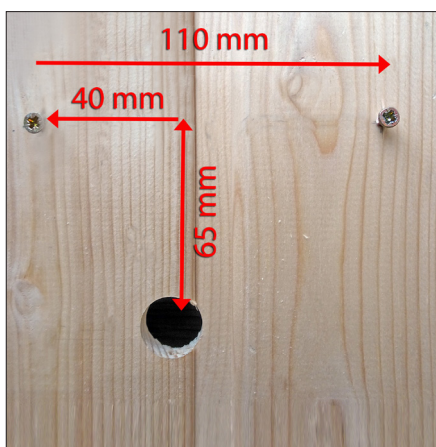

Fig. 2
- II. Mesurez à partir du trou percé 65 mm vers le haut et ensuite 40 mm vers la gauche. Cela vous donne la position de la vis de fixation gauche (Fig. 2).
- III. Montez la vis de fixation droite à une distance horizontale de 110 mm (Fig. 2).